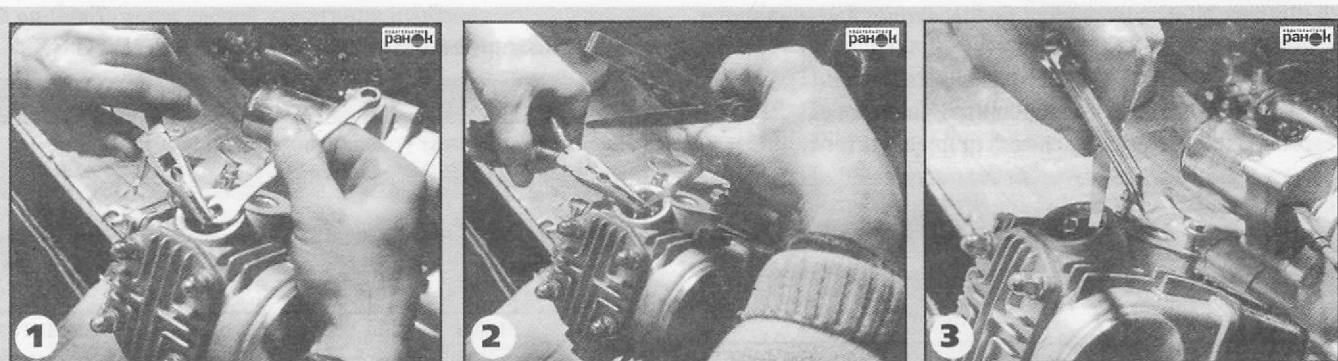

Рис. 23. Регулировка тепловых зазоров клапанов
□ клапана и расположенным на коромысле регулировочным винтом привода ГРМ (рис. 23).